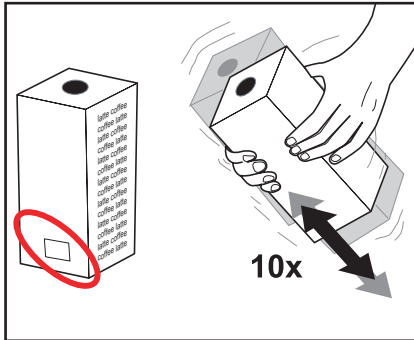

Fig. 18
Læs anvisningerne på produktpakken. Brug aldrig en ødelagt produktpakke. Brug ikke produktpakker, hvor "bedst før" datoen er udløbet (fig. 18).
3. Ryst produktpakken mindst 10 gange (fig. 18).